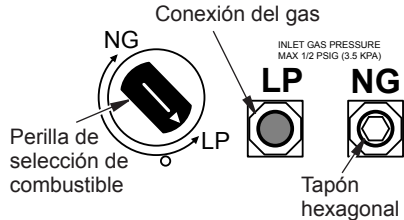

Figura 6 - Ajustes para Gas Propano/LP
2. Para GAS PROPANO, presione la perilla con un destornillador plano con hoja de un cuarto de grosor y gire la perilla en dirección contraria a las manecillas del reloj hasta que la perilla se fije en la posición LP (consulte la Figura 6). El dispositivo de selección de combustible debe estar fijo en la posición LP. No use el calentador con la perilla ubicada entre las dos posiciones.
4. Retire el tapón hexagonal (con la llave provista) de la entrada de gas propano/LP del regulador (consulte la Figura 6). Coloque el tapón hexagonal en la entrada NG del regulador. Instale la tubería de gas en la entrada del regulador de gas LP. Utilice sellador de roscado para evitar fugas.